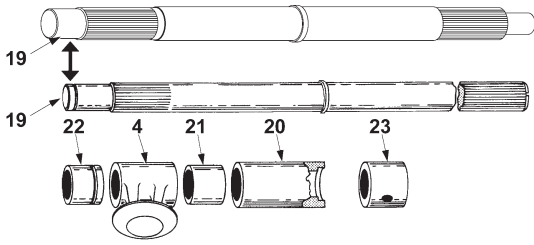

图 10
- B. 将阀体 (1) 置于平面上, 使阀座朝下。
- C. 为下导套 (22) 涂上推荐的润滑剂并将其插入阀体中。
注: 导套 (22) 中的凹槽必须朝向阀体中心位置。有关正确的组装顺序, 请参见图 10。如果轴 (19) 为以往的设计款式, 它可能带有一个环形套, 如果有, 应安装定位环 (18)。